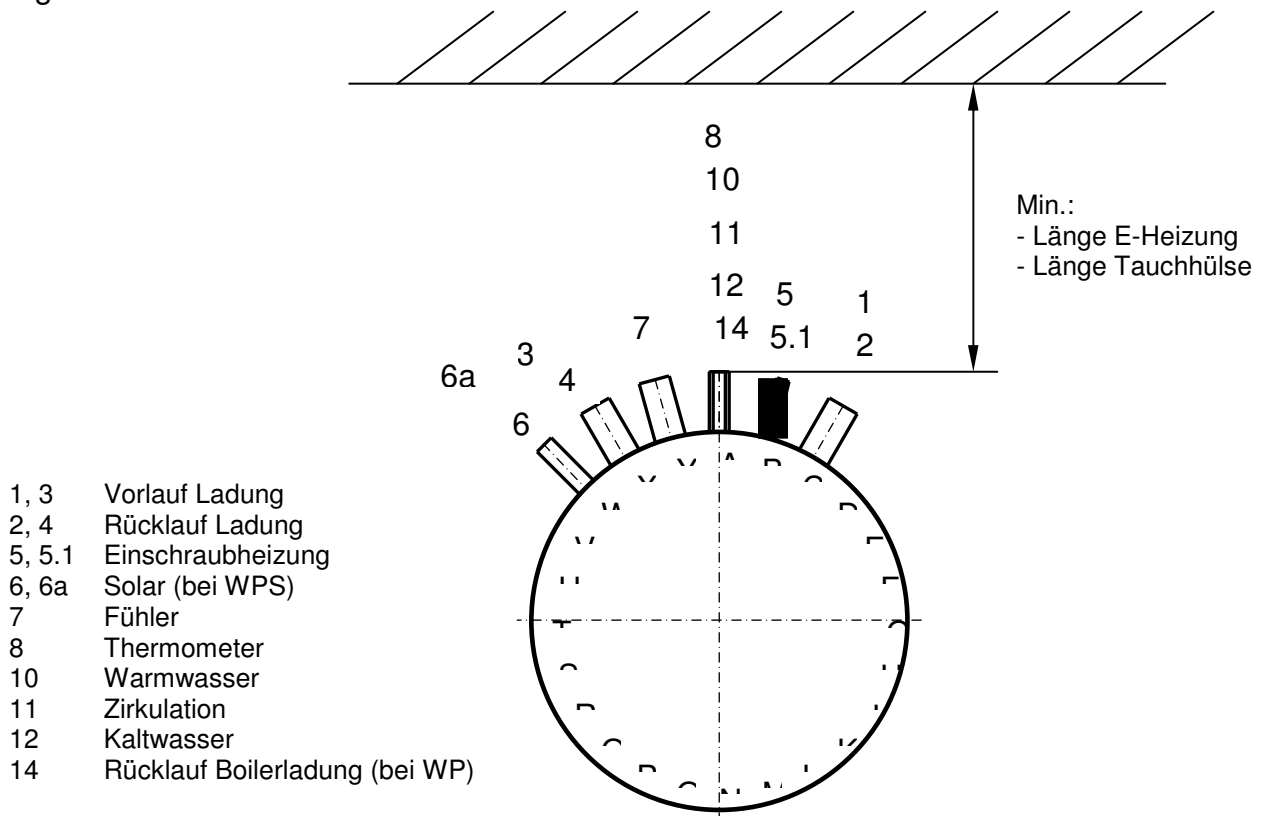

Abb. 1 Speicheraufstellung im Installationsraum
- Beachten Sie die Mindestabstände zur Wand und den Platzbedarf für die Installation seitlich und vorn (Abb. 1). Passen Sie die Abstände ggf. den örtlichen Gegebenheiten an.